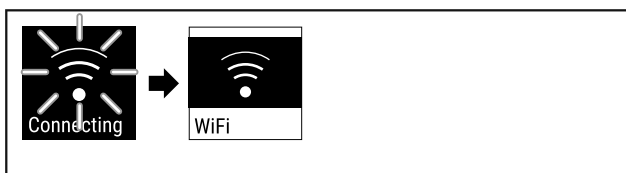

Fig. 76
- Připojení se vytváří (viz Fig. 76).